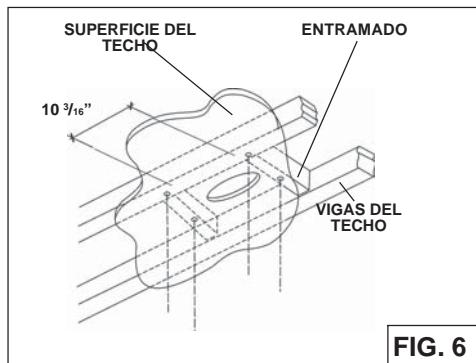

FIG. 6
- Termine la superficie del techo. Asegúrese de marcar la colocación de las vigas del techo y del entramado (Fig. 6).